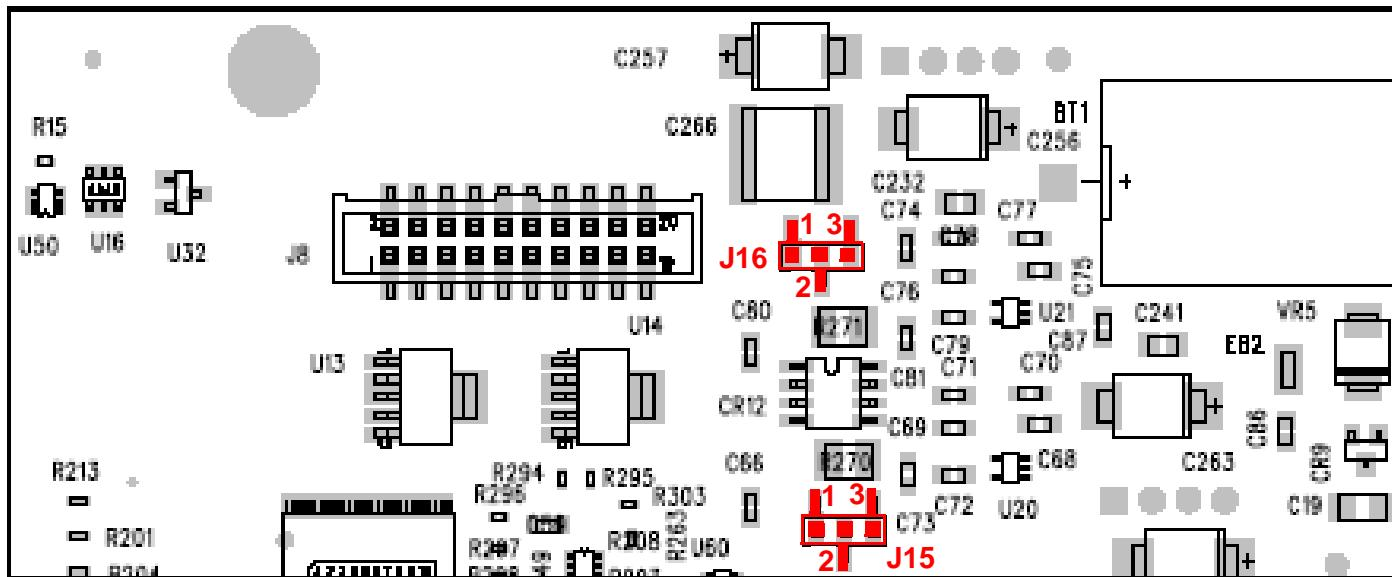

Figura 26: Terminación de modo RS-485: instale los puentes en J15 y J16, clavijas 1 y 2
- Utilizando pinzas de punta larga, mueva los puentes J15 y J16 de las clavijas 2 y 3 (configuración predeterminada de fábrica) a las clavijas 1 y 2 (vea la Figura 26 en la página 26). J16 es la terminación para el puerto 1; y J15, la terminación para el puerto 2. También se recomienda aplicar las precauciones básicas contra descargas electrostáticas (ESD), como correas de muñeca con descarga a tierra, para este procedimiento.